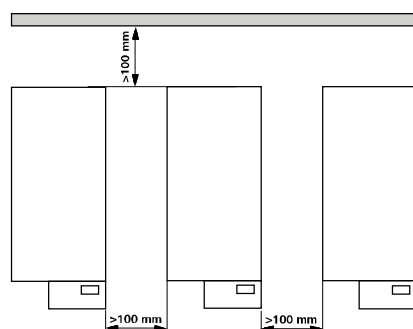

Fig. 2
- Svarbu: išlaikykite minimalų atstumą tarp prietaisų, tarp prietai so ir sienos, taip pat virš įrenginio (min. 800 mm), (Fig. 2).